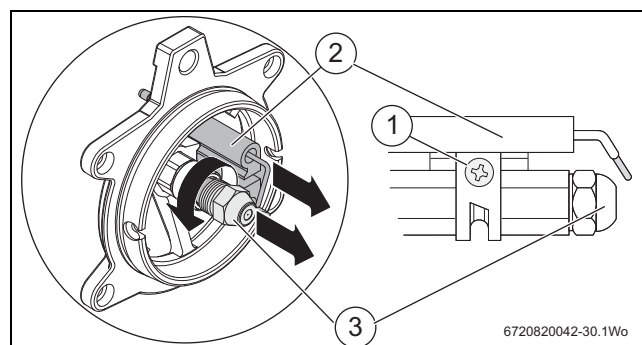

Fig. 29 Acceso a la boquilla
- ▶ Antes de retirar o instalar una boquilla [3], véase la fig. 29, aflojar el tornillo [1] y desplazar los electrodos [2] hacia delante.